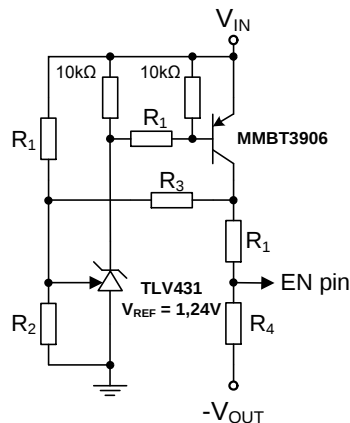

Abbildung 13: Schiebekomparator für Präzisions-UVLOs mit geregelter Hysterese
Bei einigen Anwendungen kann die große Hysterese zwischen dem steigenden UVLO-Einschaltgrenzwert (V_{EN}) und dem fallenden Abschaltgrenzwert (V_{SD}) von Vorteil sein, doch in den meisten Fällen beträgt die Differenz zwischen V_{EN} und V_{SD} weniger als 1 V. Wenn Sie eine kleine Hysterese erzielen möchten, benötigen Sie einen Schiebekomparator. Abbildung 13 zeigt einen beispielhaften Aufbau aus kostengünstigen Bauteilen.
- b. Zur Festlegung der Hysterese entsprechend unserer Definition in Abschnitt 4.8.1 entfernen Sie sowohl RENT als auch RENB. Bauen Sie die Schaltung aus Abbildung 13 unter Beachtung der berechneten Werte in einem kleinen Teilbereich der Lochrasterplatine auf und verbinden Sie sie dann über möglichst kurze Kabel mit den Knoten V_{IN}, GND, -V_{OUT} und EN der Demobaugruppe.